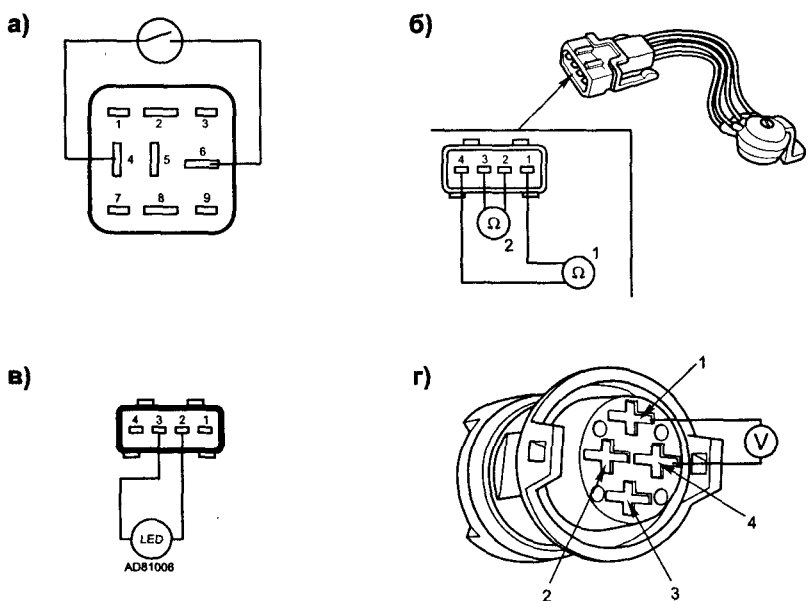

Рис. 2.3.5. Проверка компонентов топливной системы
- извлечь реле топливного насоса из разъема и между контактами 4 и 6 монтажного блока (см. рис. 2.3.5а) подключить выключатель (вместо реле);
- измерить сопротивление обмотки форсунки между контактами «2» и «3» (для VW AEA контакты «3—4») разъема (предварительно отключив разъем форсунки — см. поз. 2 на рис. 2.3.5б), его величина должна быть в пределах $1,2\text{--}1,6\text{ Ом}$;
- подключить между контактами «2» и «3» (для VW AEA контакты «3—4») разъема форсунки LED-индикатор (см. рис. 2.3.5в), коротко прокрутить двигатель стартером — LED-индикатор должен вспыхивать, если нет — проверить соответствующие соединения.
- извлечь реле топливного насоса из разъема и между контактами «4 и 6» монтажного блока (см. рис. 2.3.5а) подключить выключатель (вместо реле);
- разомкнуть контакты «4» и «6», отключить разъем топливного насоса (см. рис. 2.3.5г) и подключив вольтметр к контактам «1» и «4», снова замкнуть «4—6», величина напряжения должна быть в пределах 12 В , если нет — проверить соответствующие соединения и предохранитель F18.